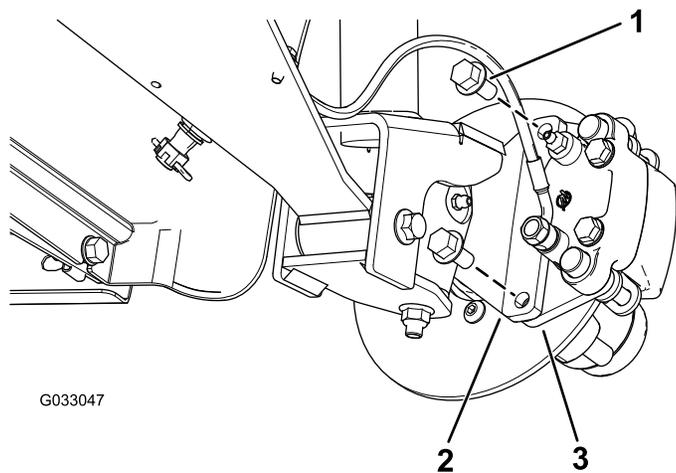
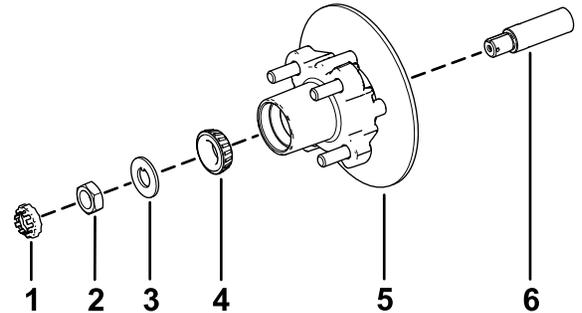

図 29
図 33
3. ブレーキアセンブリ用のブラケットをスピンドルに固定しているフランジヘッドボルト $\frac{3}{8}$ " x $\frac{3}{4}$ "を外してスピンドルからブレーキを取り外す 図 29。
1. スピンドルに所定のグリスを薄く塗る 図 33。
2. ハブとロータをスピンドルに取り付ける。ロータを内側にすること 図 33。
3. スピンドルに外側ベアリングを取り付けてレースにはめる 図 33。
4. スピンドルにタブワッシャを取り付ける 図 33。
5. スピンドルにスピンドルナットを取り付け、ハブを回してベアリングを着座させながらナットを 15 N·m 1.52 kg·m = 11 ft·lb に締めつける 図 33。
2. ブレーキパッドをロータのそれぞれの側に合わせ 図 29、キャリパブラケットの穴と、スピンドルフレームのブレーキ取り付け部の穴を整列させる 図 33。
3. キャリパブラケットをスピンドルフレームに固定する 図 29 フランジヘッドボルト $\frac{3}{8}$ " x $\frac{3}{4}$ " 2本を使用する。